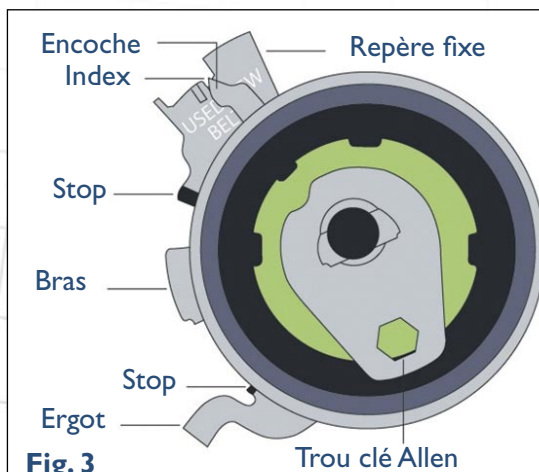

Fig. 3
- 14) Ajuster le tendeur (pendant qu'on maintient en place la vis du tendeur), jusqu'à ce que l'index se mette sur l'encoche (V - position "NEW"); le trou de la clé Allen doit être maintenant dans la position +/- 5 heures (Fig. 3).